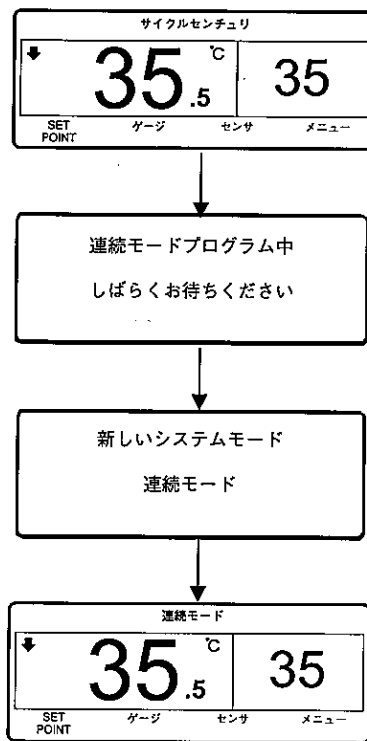
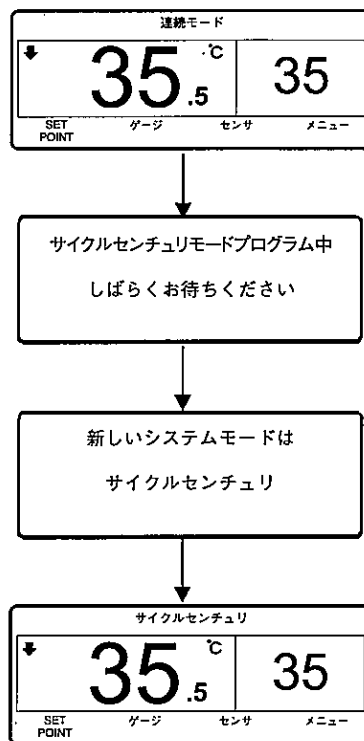

図26：サイクルセンチュリ・モードから連続モードに変更するスクリーン・シーケンス
図27：連続モードからサイクルセンチュリ・モードに変更するスクリーン・シーケンス
2. 「連続モード・プログラミング」または「サイクルセンチュリ・プログラミング」スクリーンが一時的に現われます。図26と図27を参照してください。
3. 「新しいモードは連続モードです」または「新しいモードはサイクルセンチュリです」のスクリーンが一時的に現われます。図26と図27を参照してください。
4. 標準ディスプレイは現われ、スクリーン上端に新しいモードを表示します。図26と図27を参照してください。